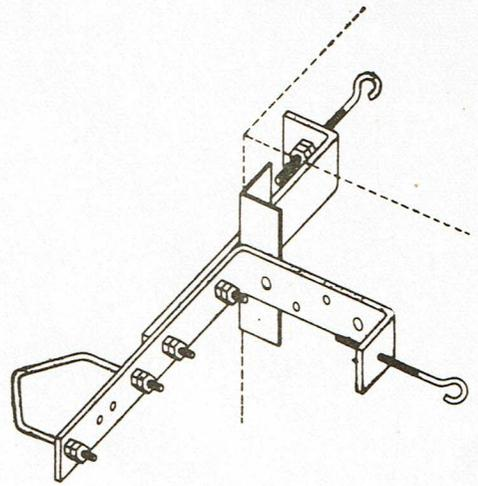
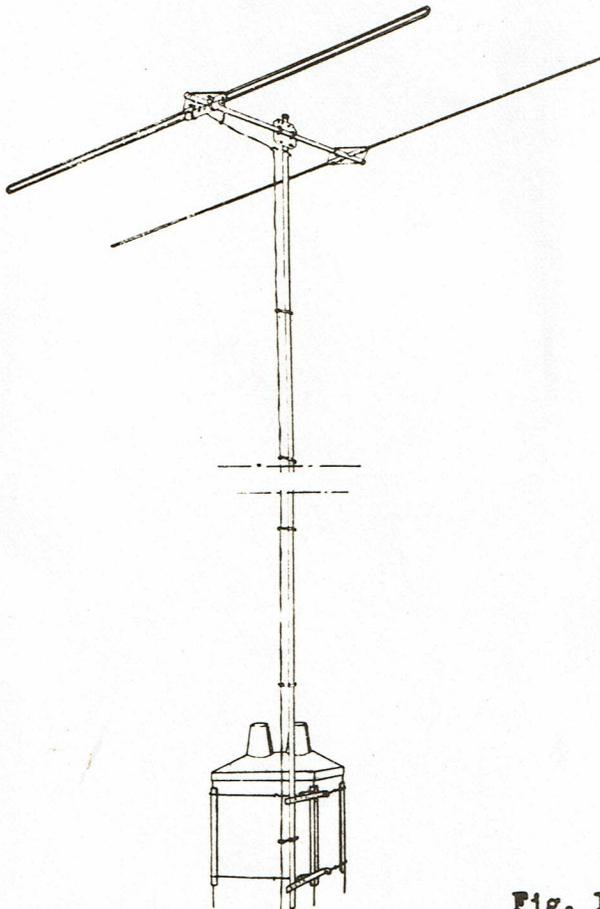

Fig. 13
Fig. 14
Il existe à cet effet du matériel de fixation standard, comme la fig. 13 en montre un exemple. Ce matériel comprend généralement deux équerres avec tendeurs et pièces d'angle, pour fixation du mât en deux points. Il y a lieu d'utiliser du câble d'acier toronné de 6 mm de diamètre, la longueur dépendant évidemment de la cheminée. La fig. 14 indique le mode de montage, qui est très simple. En ce qui concerne les tendeurs, noter qu'il faut placer, pour chaque tendeur, un écrou de part et d'autre de l'équerre, pour éviter un desserrage sous l'effet des vibrations dues au vent. Chaque
2. Câble coaxial 75 ohms (fig. 13).